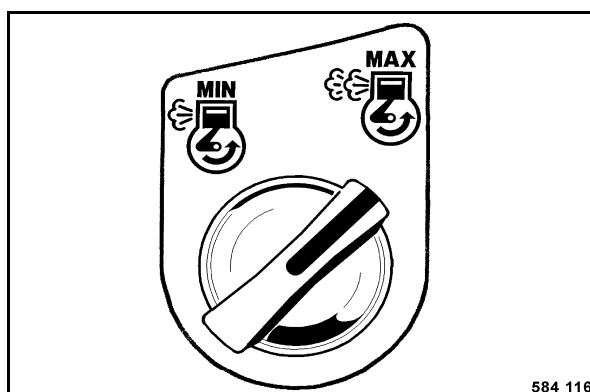

fig. 55
- Tourner la touche rotative pour le régime du moteur vers la droite sur position "MAX" (fig. 55).